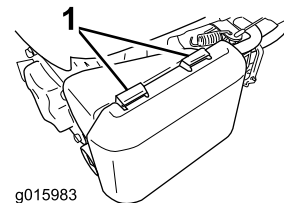

Figura 26
1. Presione hacia abajo los cierres de la parte superior de la tapa del limpiador de aire (Figura 26).